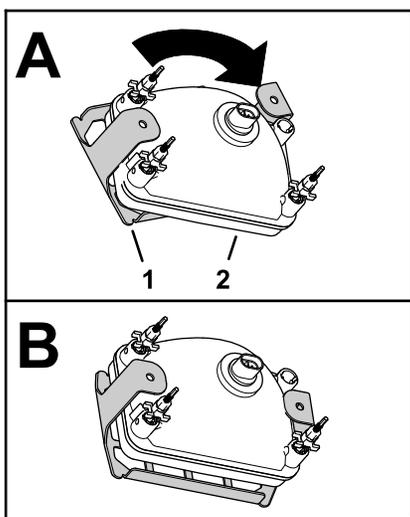

図 45
4. 図 45 に示すように、ヘッドライトガードをヘッドライトに取り付ける。
7. ヘッドライトガードをヘッドライトマウントブラケット (図 45) にフランジボルト (5/16 x 5/8") 4本で固定する。